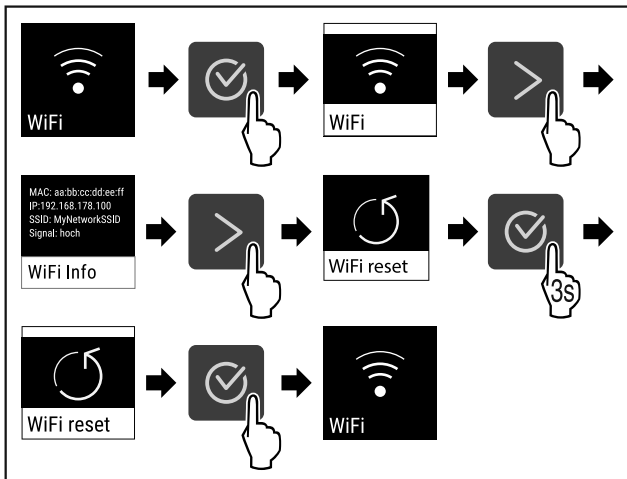

Fig. 88
- ▶ Εκτελέστε τα βήματα ενεργειών (βλέπε Fig. 88).